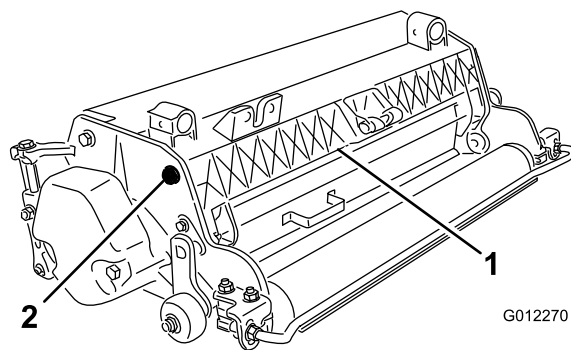

図 5
1. グラス・シールドのピボットについているボルトをゆるめる (図 5)。
2. グラス・シールドを希望する高さに調節し、ボルトを締める (図 5)。